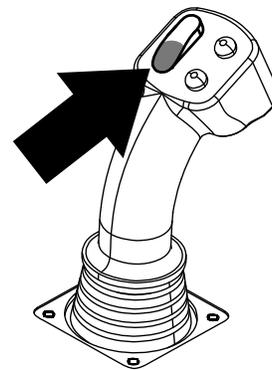
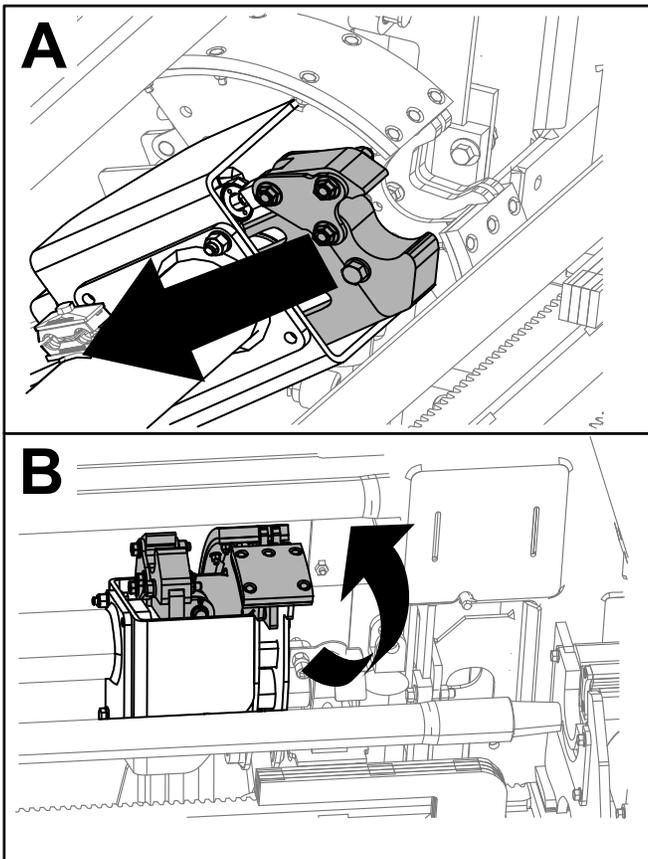

Figura 38
Figura 39
11. Mantenga pulsada la sección inferior del interruptor basculante (Figura 38) hasta que los brazos se retraigan y el conjunto de leva vuelva a su posición de reposo (fila 3) (Figura 39).